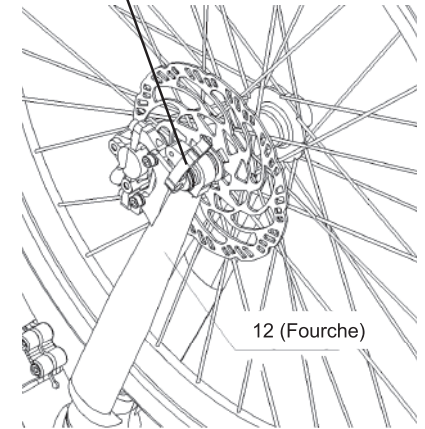

Figure 45-2.
e. Verrouillez le levier de dégagement rapide, comme illustré à la Figure 45-2.